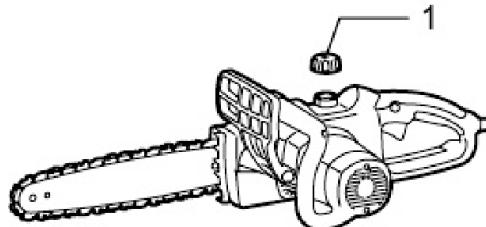

Рис.8
- Для заливки масла отвинтите крышку горловины заливного бачка (1, Рис. 8), и наполните его маслом выше отметки «min».